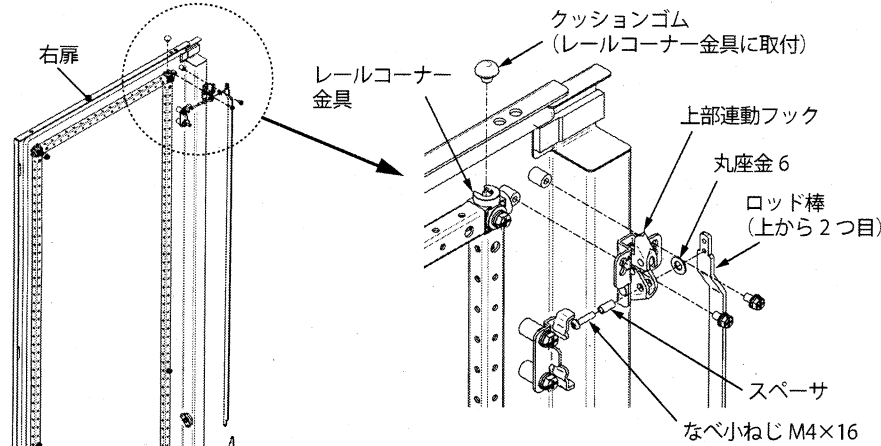
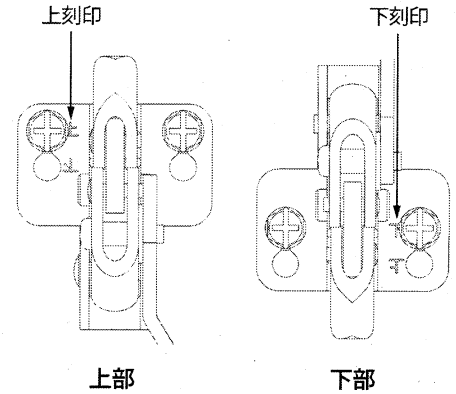
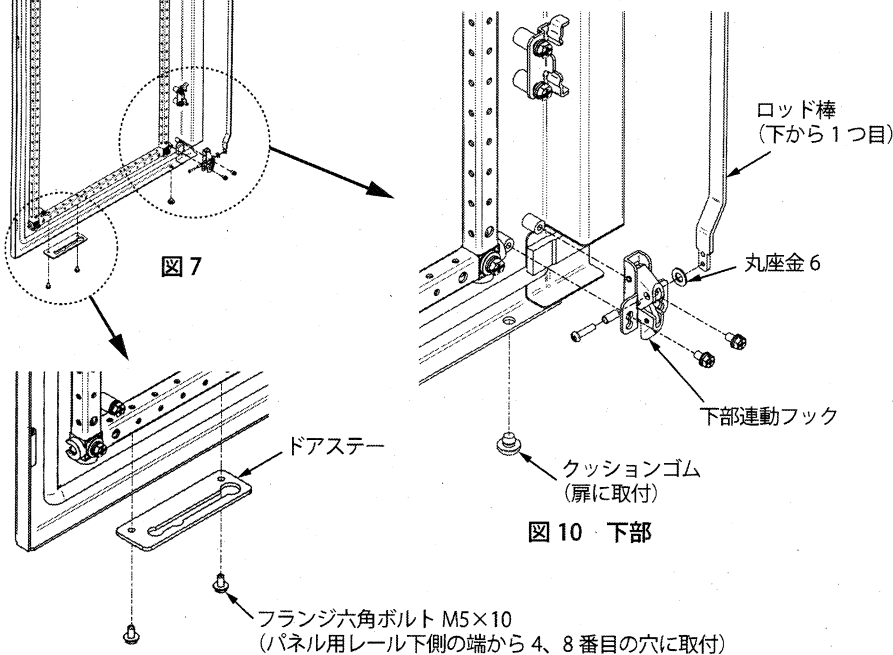

図9 上部
図11 連動フック詳細
図10 下部
4. 連動フックとロッド棒を固定しているなべ小ねじM4×16とスペーサを外し（図9、10）、上部連動フックは『上』刻印が付いている位置で固定し、下部連動フックは『下』刻印が付いている位置で固定し直してください。（図11）
5. 上部連動フックとロッド棒を固定する時は、ロッド棒の上から2つ目の穴で固定し（図9）、下部連動フックとロッド棒を固定する時は、ロッド棒の下から1つ目の穴で固定してください（図10）。